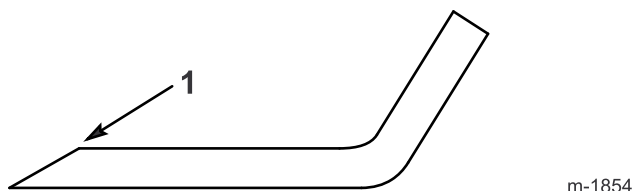

Bild 42
1. Schärfen Sie die Schnittkante jedes Messers an beiden Enden des Schnittmessers mit einer Feile (Bild 42).